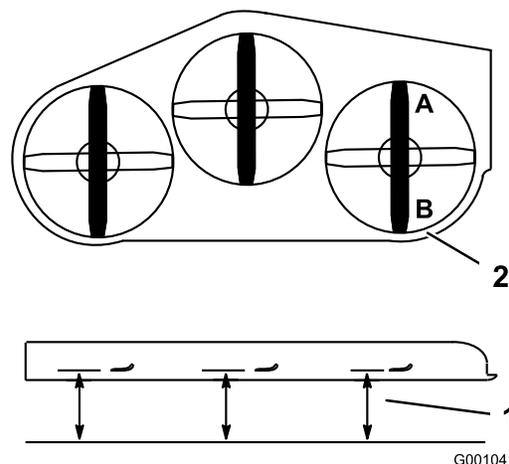

Figura 82
- Disponete la lama destra in posizione longitudinale rispetto alla macchina (Figura 82).
- Misurate la lama destra al punto **A** da una superficie piana fino al tagliente della punta della lama (Figura 82).
- Misurate la lama destra al punto **B** da una superficie piana fino al tagliente della punta della lama (Figura 82).
- La lama del tosaerba deve essere da 6 a 10 mm più bassa al punto **A** rispetto al punto **B** (Figura 82). In caso contrario eseguite la seguente operazione.